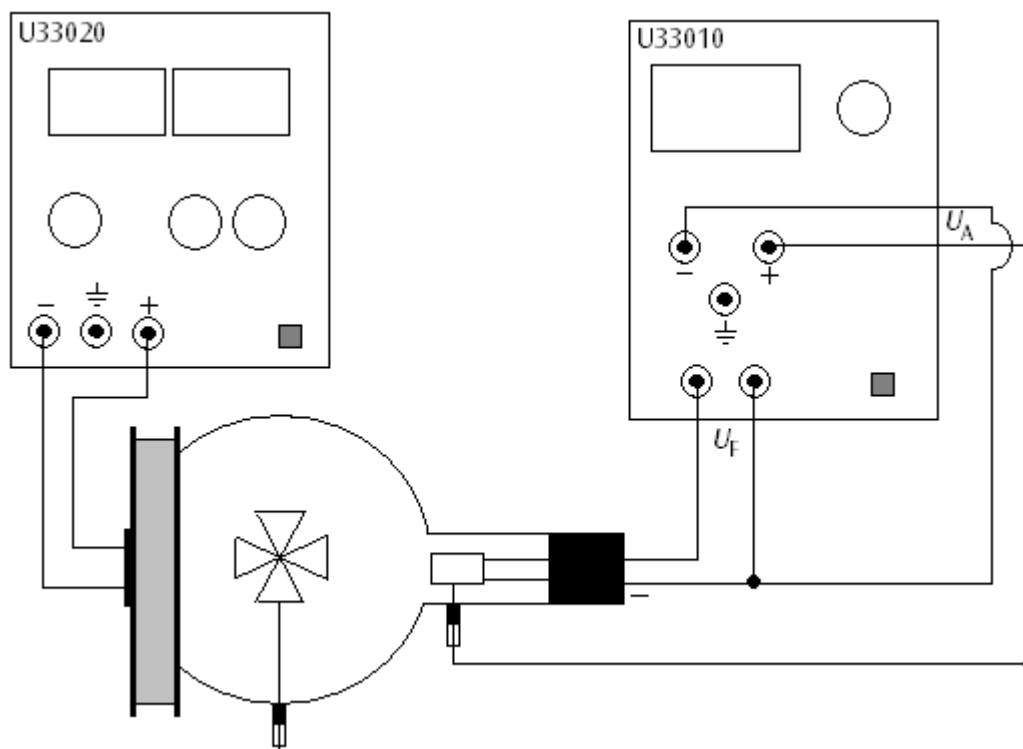

Fig.3 Introdução à ótica dos elétrons
- Executar as conexões conforme a fig. 3. Sendo que o pólo negativo da tensão anódica é conectado com o conector de 4 mm designado com o sinal de negativo no colar do tubo.